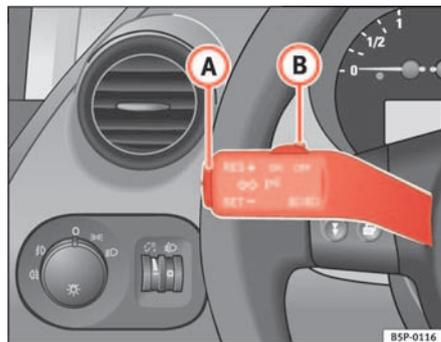

Fig. 141 Palanca de intermitentes y de luz de carretera: mando y tecla basculante para el regulador de velocidad
- Presione la parte superior de la tecla basculante **RES** ⇒ fig. 141 **A** para aumentar la velocidad. El vehículo acelerará mientras mantenga la tecla presionada. Al soltar la tecla quedará memorizada la nueva velocidad.
Si se reduce la velocidad programada pisando el pedal del freno, se desactiva el regulador de velocidad. Si quiere activar de nuevo el regulador, bastará con presionar una vez la parte superior de la tecla basculante **RES+** ⇒ fig. 141 **A**.